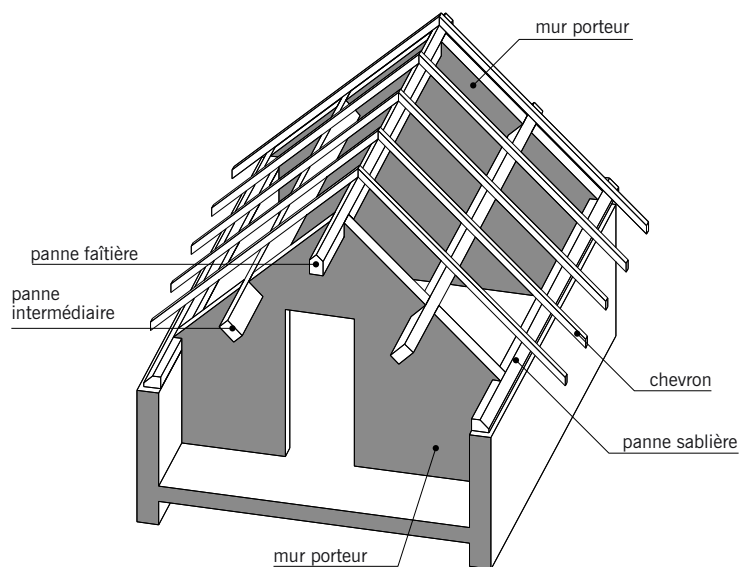

fig. 5.1
■ La **charpente** (fig. 5.1 et 5.2) : ensemble de pièces en bois qui portent la couverture. Les charpentes présentent diverses formes et différentes pentes d'inclinaison suivant les régions et les types de couverture.
■ Les **pannes** (fig. 5.1 et 5.2) : pièces de bois horizontales prenant appui sur les fermes et/ou sur des murs porteurs en maçonnerie. Les pannes portent les *chevrons*. On distingue trois types de pannes :